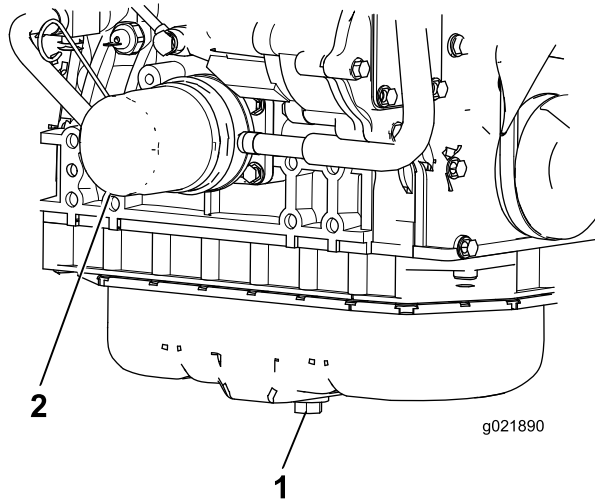

Bild 86
1. Entfernen Sie die Ablassschraube und lassen Sie das Öl in die Auffangwanne ab (**Bild 86**).
3. Entfernen Sie den Ölfilter (**Bild 86**).